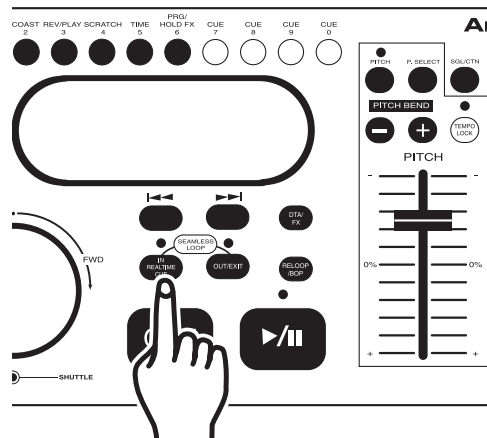

Figura 33
- 2) Presione el botón CUE IN REAL-TIME (26) en el punto que desea que el salto (BOP) ocurra (Figura 33.)